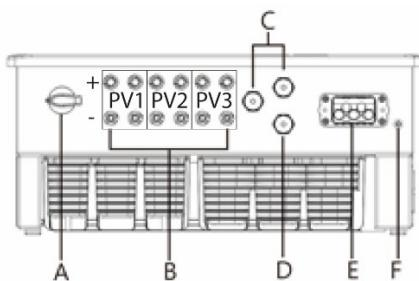

Fig. 8.2: Tilslutningsside: Tegnforklaring
- 2 Tilslut DC-stikforbindele parvis til DC-plus og DC-minus-tilslutningsstikkene på kabinetts underside (se fig. 8.2.).